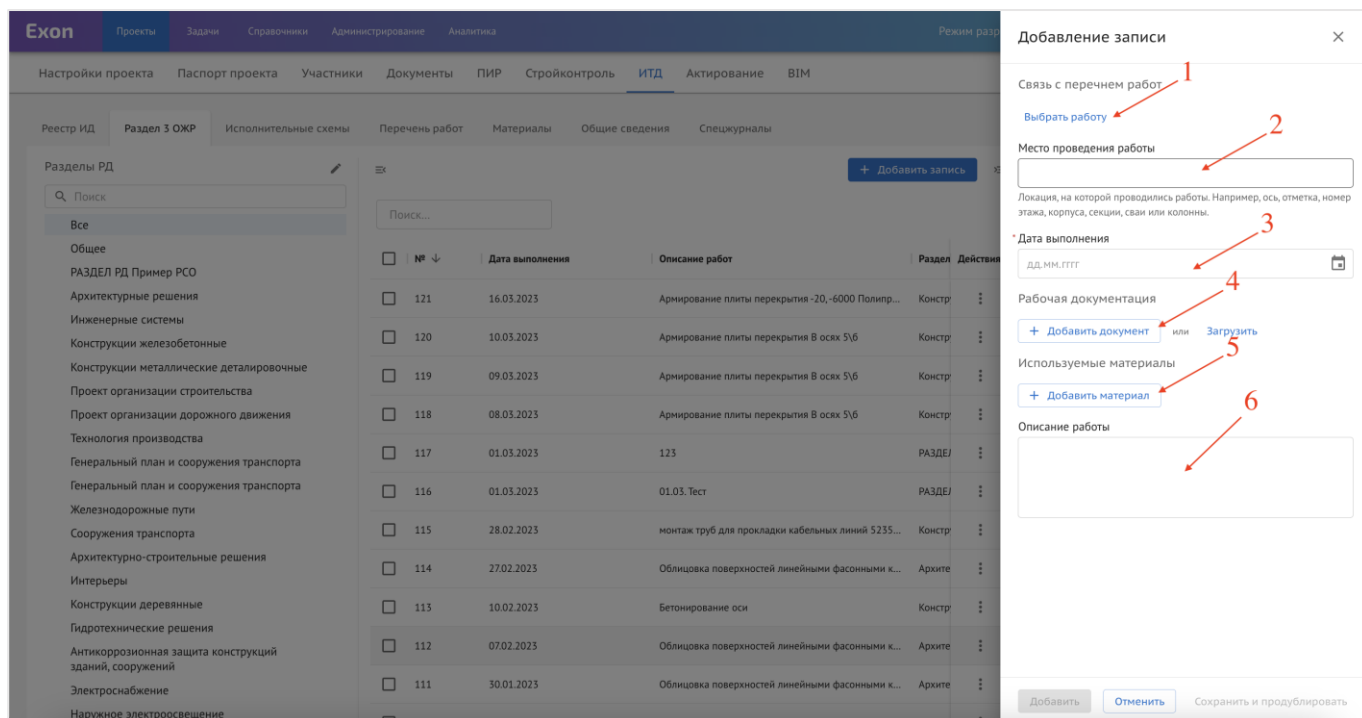

Рис. 50 - Проверка внесения записи в ЗОЖР
В открывшемся дровере нажать на «Выбрать работу» (1), после чего появится окно, в котором необходимо выбрать нужную работу из появившегося списка, добавленных ранее в перечень работ; место проведения работ (2) - будущий 1 пункт АООК и АОСР; указать дату прошедшую или текущую (3); загрузить РД (4) с указанием листов с устройства/из документов/из модуля ПИР (в дальнейшем при необходимости есть возможность отредактировать сведения о РД) а ; добавить к работе материалы (при нажатии «Добавить материал» появится список загруженных в соответствующих раздел ранее материалов), необходимо выбрать материал, использованный при данной работе в данный день (для удобства, если акт состоит из нескольких записей в ОЖР, можно внести весь материал в 1 день, а остальные дни оставить без материала). **Система считает используемый материал и не даст использовать больше, чем было занесено, с учетом ранее использованного.** Если функция подсчета материала для вас неактуальна, то можно не вводить количество используемого материала (рис. 50).